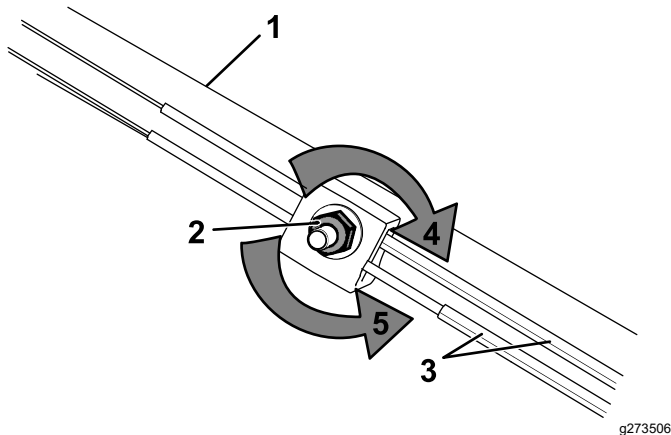

Bild 29
1. Drehen Sie die Einstellmutter nach links, um die Zueinstellungen zu lösen (Bild 29).
2. Stellen Sie die Spannung der Züge (Bild 29) ein, indem Sie sie zurückziehen oder nach vorne drücken und in dieser Stellung arretieren.